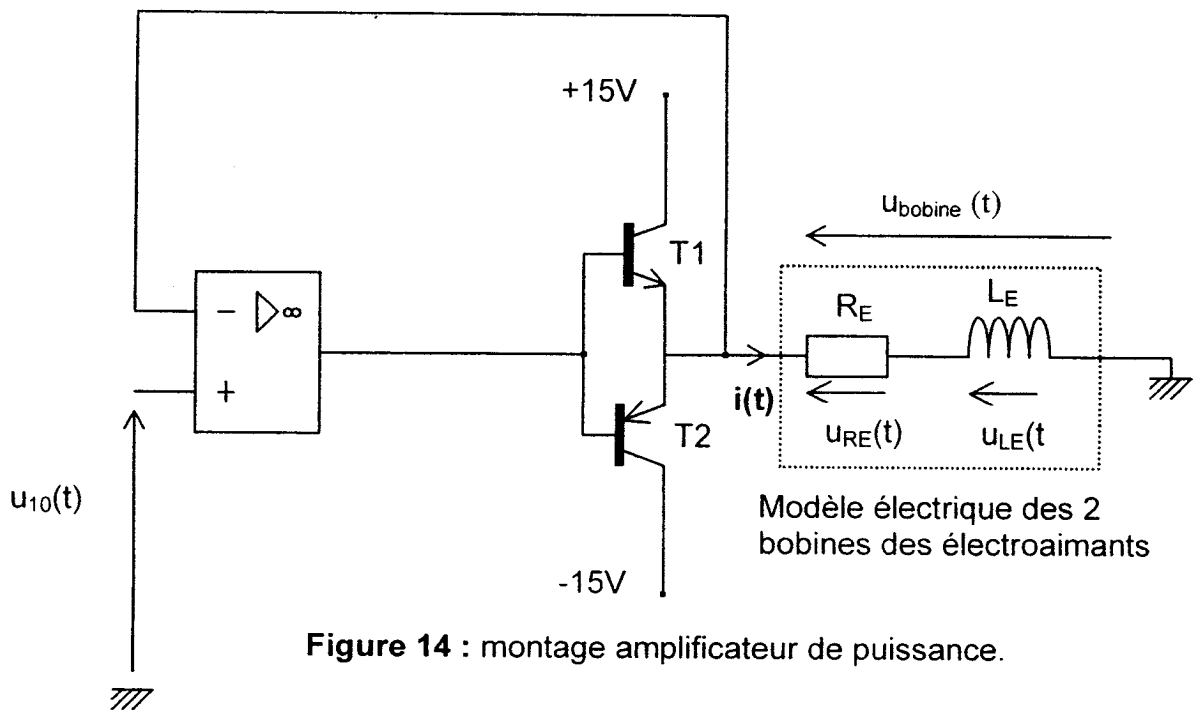

Figure 14 : montage amplificateur de puissance.
6. Étude de l'amplificateur de puissance (voir figure 14)